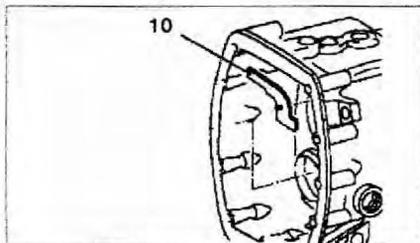

Рис. 4.81. Снимите блокировочный предохранитель 10 из корпуса коробки передач.
5. Снимите блокировочный предохранитель 10 из корпуса коробки передач (рис. 4.81).